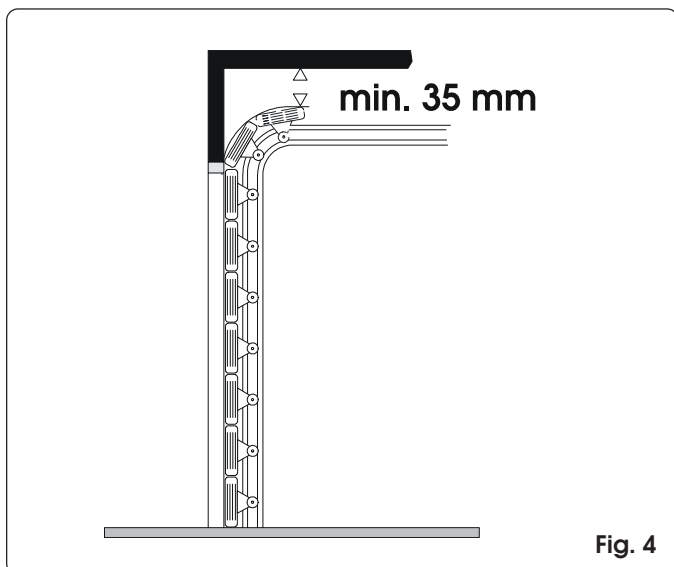

Fig. 4
Controllare che vi sia uno spazio di almeno 35 mm tra il soffitto ed il punto più alto di scorrimento del portone (fig. 4).
- 2) Tracciare sull'architrave una linea orizzontale corrispondente alla massima altezza raggiunta dalla porta durante il movimento (vedi fig. 4).